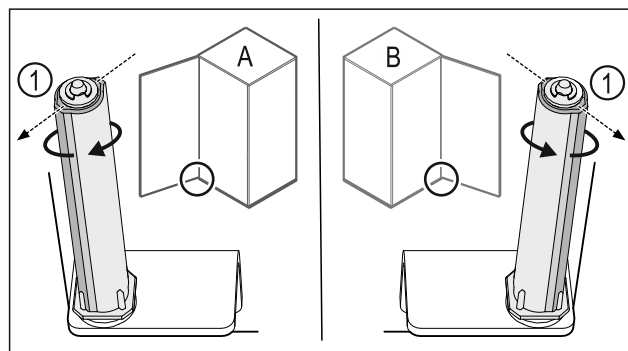

Fig. 37 Venstreanslag (A)/højreanslag (B)
- ▶ Drej lukkesystemet mod modstanden, indtil lukkesystemets forbindelsesdel Fig. 37 (1) peger udad.